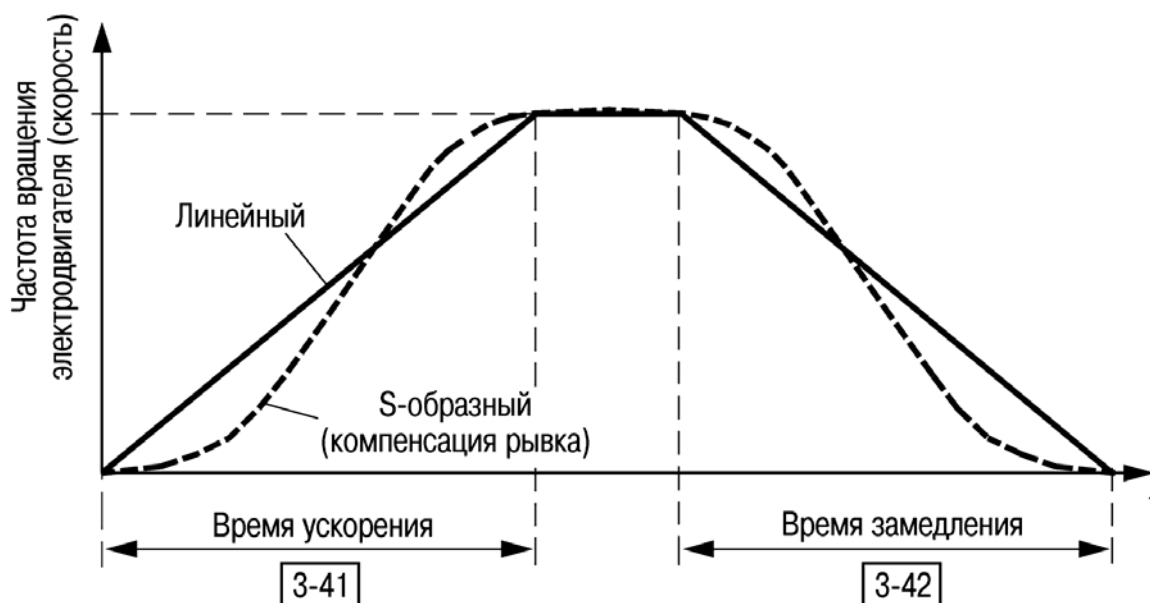

Рисунок 3.6
- «0» – линейное изменение скорости (по умолчанию): постоянное ускорение/торможение (см. рисунок 3.6);
- «2» – S-образное изменение скорости: плавная компенсация рывков при ускорении/замедлении (см. рисунок 3.6).